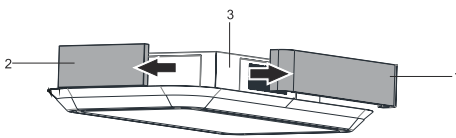

Abb. 18
8. Montieren Sie die Motorboxdeckel der kurzen und langen Seiten. (Abb. 18).